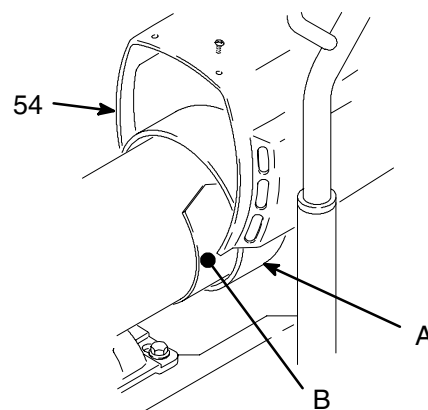

Fig. 4
4. Fig. 4. Ta bort motorskyddet (54), fläktkåpan (A) och inspektionslocken (B).
3. Fig. 4. Ta bort motorskyddet (54). Ta bort inspektionsluckorna (B) och packningarna på båda sidorna på motorn.